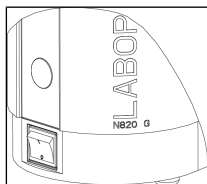

Fig. 6: Allumer et éteindre la pompe avec l'interrupteur
- Allumez la pompe à l'aide de l'interrupteur (voir Fig. 6).